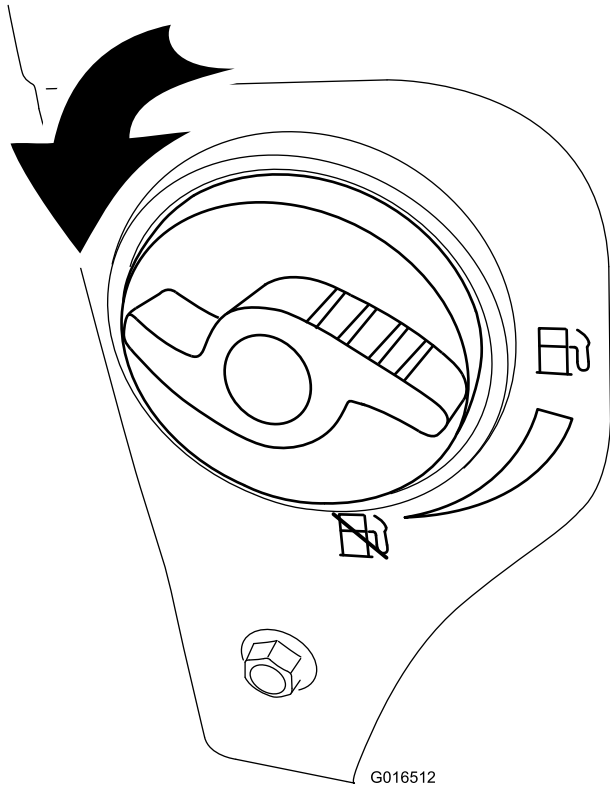

Figure 15
2. Ouvrez le robinet de carburant en le tournant de $\frac{1}{4}$ de tour dans le sens antihoraire (Figure 15).